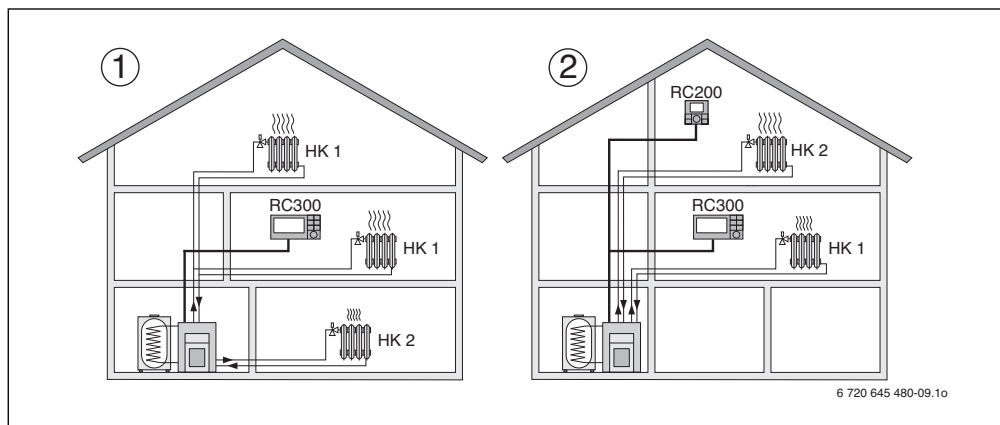

Bild 1 Beispiele für Heizungsanlagen mit einem Heizkreis oder mit zwei Heizkreisen
- Wohnung in Kombination mit einer Werkstatt (→ Bild 1, [1])
- Haus mit Einliegerwohnung mit RC300 als Regler und RC200 als Fernbedienung (Installation der RC300 im Referenzraum des Hauses, RC200 im Referenzraum der Einliegerwohnung, → Bild 1, [2])